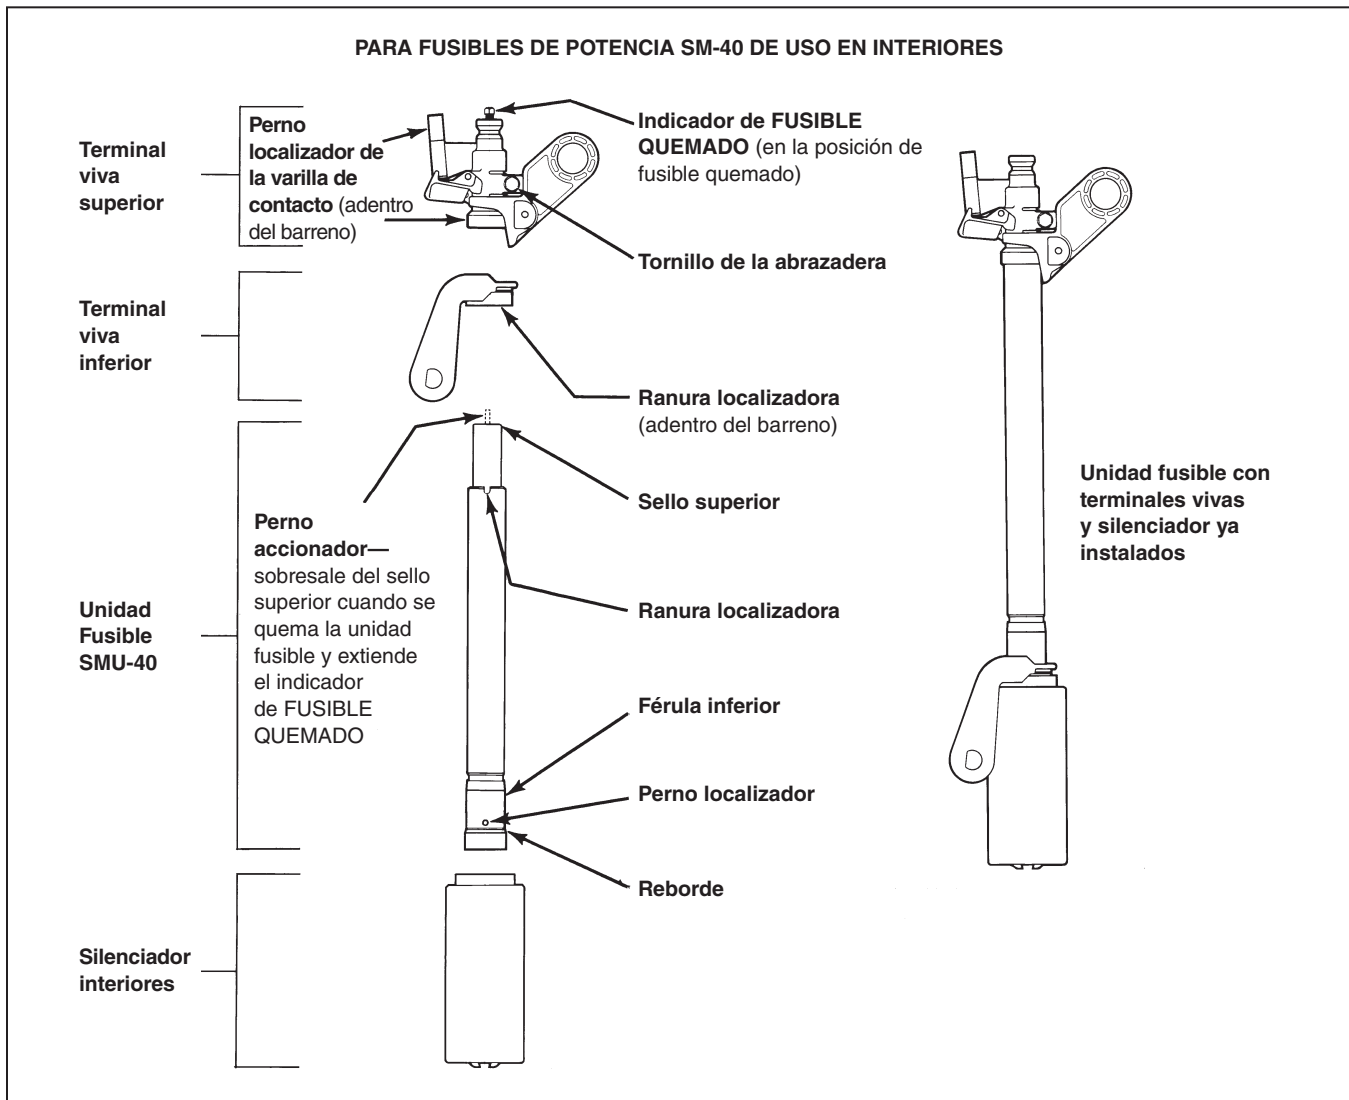
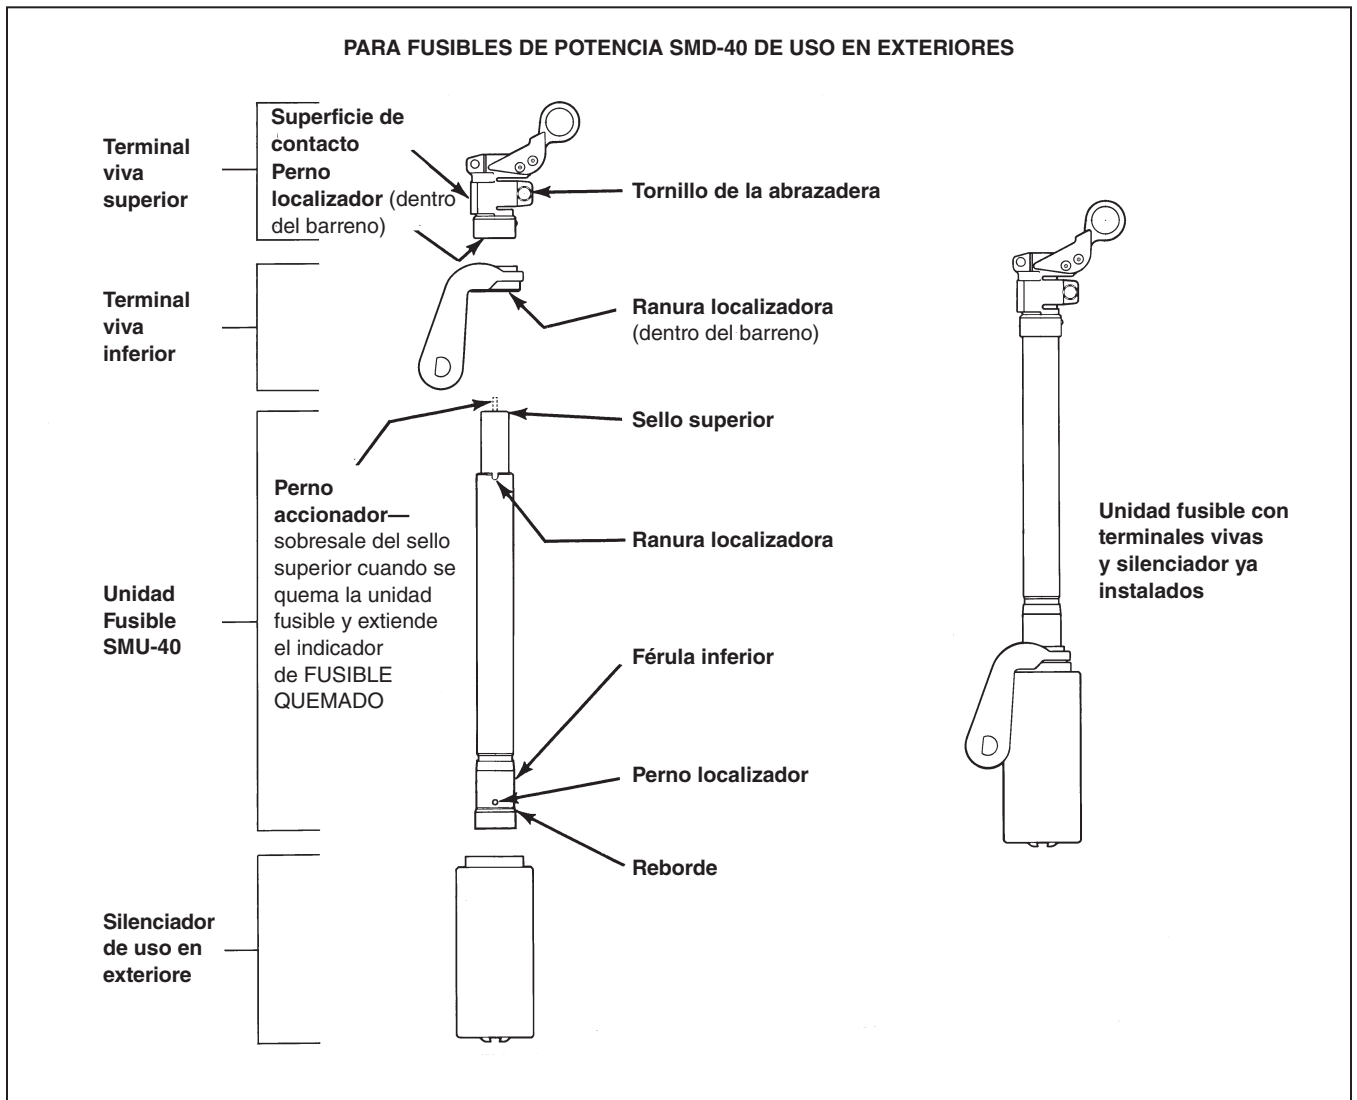

Figura 1. Unidad Fusible SMU-40 con accesorios terminales y silenciador para utilizarse en montajes SM-40 para uso en exteriores.
Figura 2. Unidad Fusible SMU-40 con accesorios terminales y silenciador para utilizarse en montajes SMD-40 de uso en exteriores.
Las siguientes instrucciones cubren la instalación y el reemplazo de las Unidades Fusibles SMU-40 utilizadas con los Montajes SM-40 de distribución en interiores o con los Montajes de Unidad Fusible SMD-40 de distribución aérea. Note que, aunque los accesorios terminales deben estar sujetos a la unidad fusible antes de que ésta se pueda instalar en un montaje. Note también que, mientras que la Unidad Fusible SMU-40 se puede instalar en cada uno de los montajes mencionados, los accesorios terminales que se utilizan en un montaje SMD-40 no son similares ni intercambiables con los accesorios terminales que se utilizan en los montajes SM-40. Ver Figura 1 en la página 8 y Figura 2 en la página 9.
- PASO 2.** Sujete los accesorios terminales y el silenciador a una unidad fusible nueva, siguiendo las instrucciones que se especifican en las páginas 6 y 7 y que se ilustran en la Figura 1 en la página 8.
PASO 2. Sujete los accesorios terminales y el silenciador a una unidad fusible nueva, siguiendo las instrucciones que se especifican en las páginas 6 y 7 y que se ilustran en la Figura 1 en la página 8.